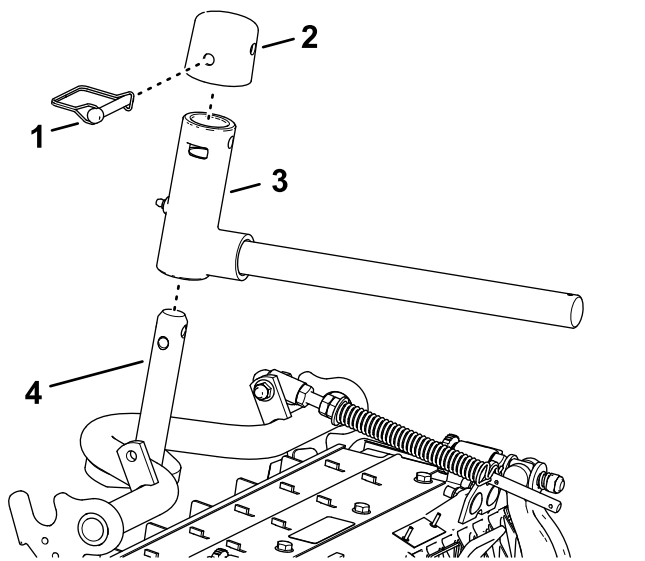

図 20
2. ピボットヨークをキャリアフレームのシャフトに取り付ける 図 20。